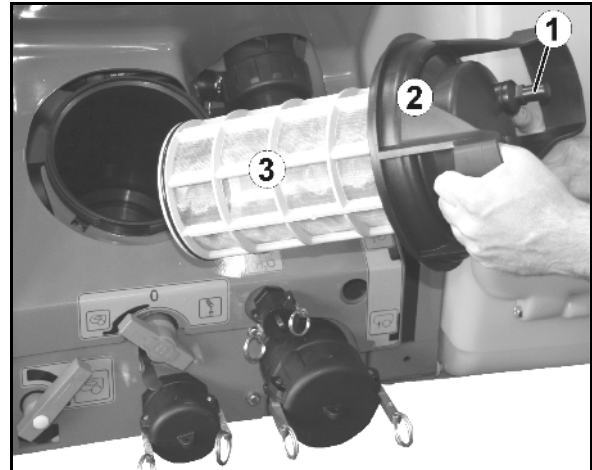

Fig. 117
Rengør sugefilteret (Fig. 117) dagligt efter rengøringen af marksprøjten.
1. Løsn sugefilterets dæksel (Fig. 117/2).
2. Tag dæksel og sugefilter (Fig. 117/3) af og rengør disse med vand.